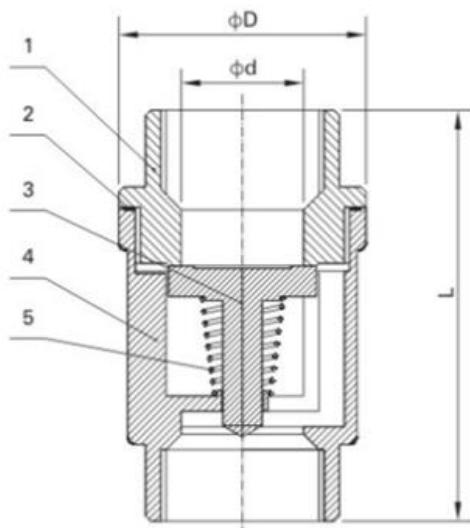

Рис.1 Клапан обратный осевой муфтовый
- Основные элементы конструкции клапана приведены в табл. №2 и на рис. 1.
- Под действием прямого потока рабочей среды клапан (3) перемещается по оси и открывает обратный клапан. При этом сжимается пружина (5), расположенную внутри сборного корпуса клапана,
- При отсутствии давления или наличии обратного потока среды клапан (3) возвращается в положение «закрыто» под действием пружины и перекрывает обратный поток.